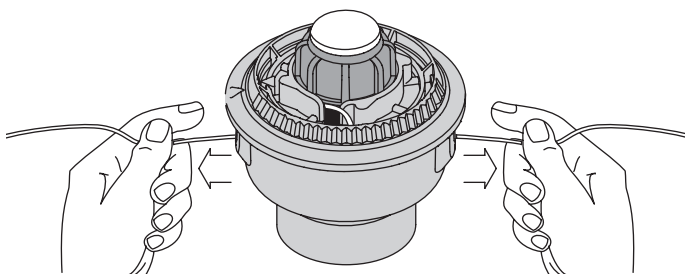

Fig. 20
9. Si el bobinado de la línea se torna dificultoso o la línea se enreda, tire de los extremos de la línea de la bobina. Continúe bobinando el carrete interior en sentido antihorario (Fig. 20).
4. Sostenga el carrete interior en su lugar e instale la botón de tope, el resorte y el sello de espuma presionando y girando la botón de tope en sentido horario. Tome los extremos y tire con firmeza para soltar la línea de las ranuras de fijación en el carrete interior (Fig. 20).
Si el SpeedSpool® no suelta línea en forma correcta, tire firmemente de los extremos de la línea de la bobina (Fig. 20). Si al hacer esto la línea no se suelta, siga las instrucciones de *limpieza del SpeedSpool®* a continuación.